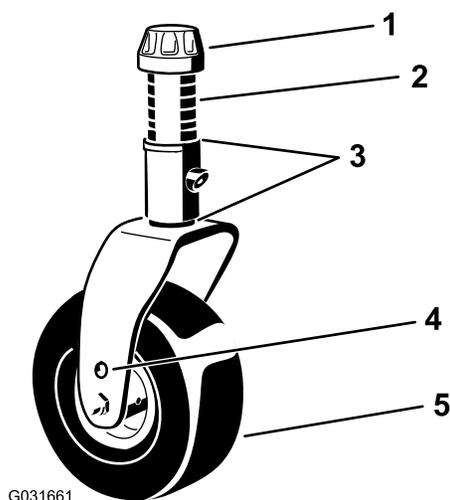
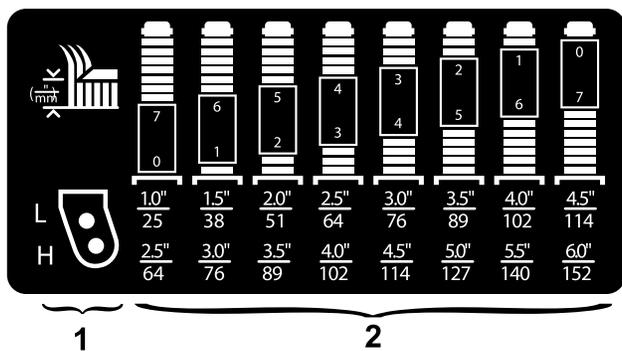

Figure 8
Figure 9
Placez les essieux des roues pivotantes dans les mêmes trous sur les deux fourches. Pour choisir les trous corrects pour la hauteur de coupe requise, reportez-vous à la Figure 8 et la Figure 9.
1. Enlevez le chapeau de tension de l'axe de pivot (Figure 8) et sortez l'axe du bras pivotant. Replacez les 2 cales sur l'axe de pivot dans leur position d'origine. Ces cales sont nécessaires pour que les unités de coupe soient parfaitement de niveau sur toute la largeur.
2. Insérez le nombre correct d'entretoises approprié sur l'axe de pivot pour obtenir la hauteur de coupe voulue (Figure 8).
Pour déterminer les combinaisons d'entretoises requises pour la hauteur de coupe recherchée, reportez-vous à la Figure 9.